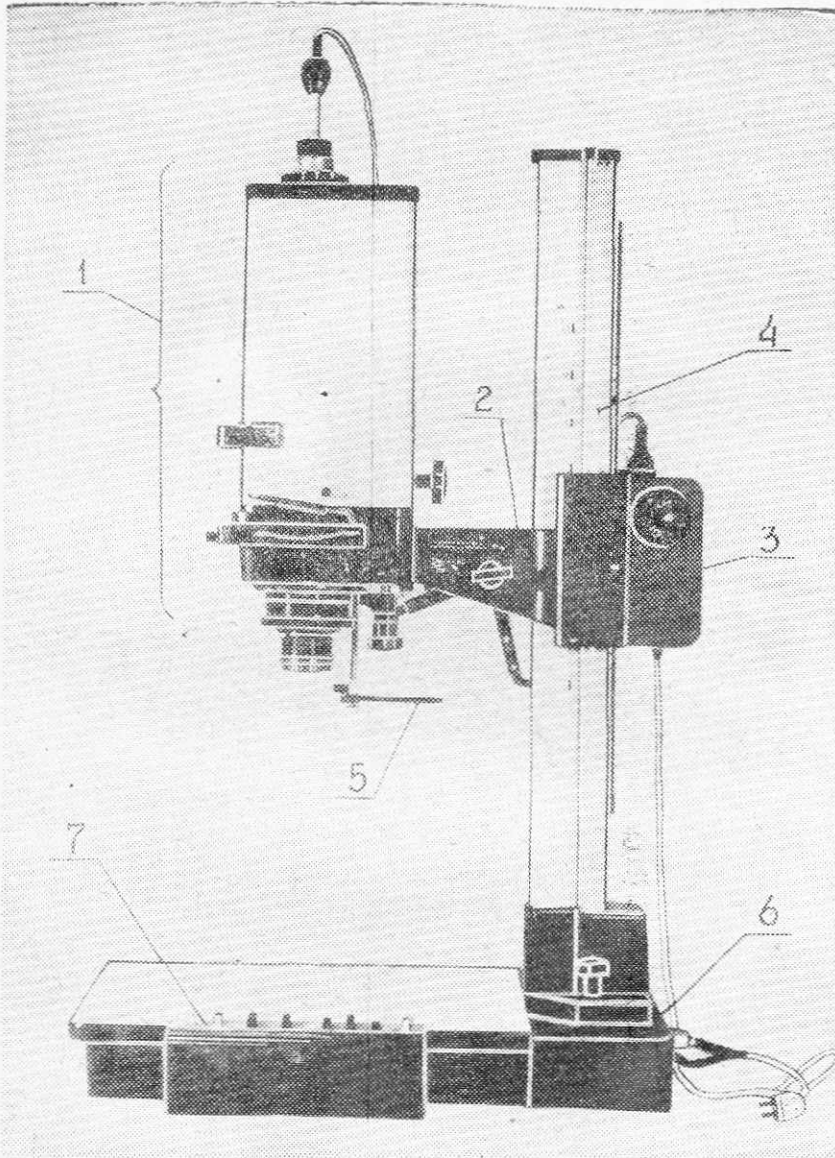

Рис. 1. Фотоувеличитель «Азов», вид сбоку:
Основные узлы фотоувеличителя показаны на рис. 1.
- установите штангу с проекционной головкой так, чтобы стержень опоры 10 вошел в отверстие на основании 6 (рис. 1);
- е) установите узел красного светофильтра 5 (рис. 1) и зафиксируйте винтом;
- и) подсоедините пульт управления 7 к основанию 6 (рис. 1).